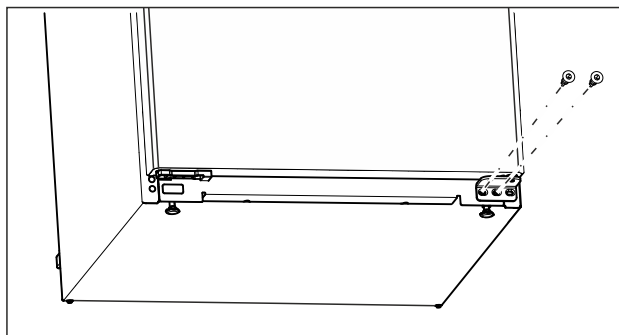

Fig. 10
- ▶ Sur le support de palier inférieur, dévisser la vis centrale avec un tournevis Torx 20. (voir Fig. 10)
- ▶ Sur le support de palier inférieur, dévisser la vis intérieure avec un tournevis Torx 20. (voir Fig. 10)